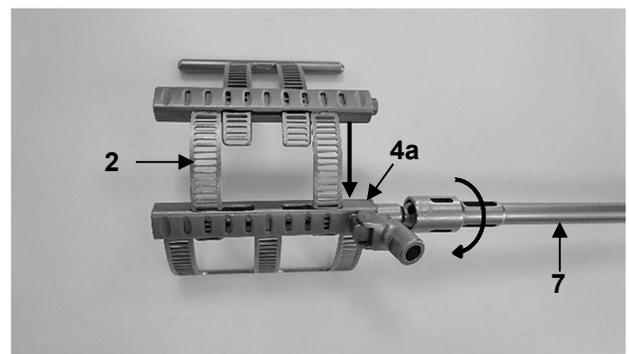

Abb. 5
Zuerst das primäre Element (2) mittels Kardan Schraubendreher LMT-4 (7) vollständig einfahren. Hierfür die Außensechskantschraube an dem Kastenmodul des Basiselements (4a) mithilfe des Kardan Schraubendrehers LMT-4 (7) gegen den Uhrzeigersinn drehen (Abb. 5).